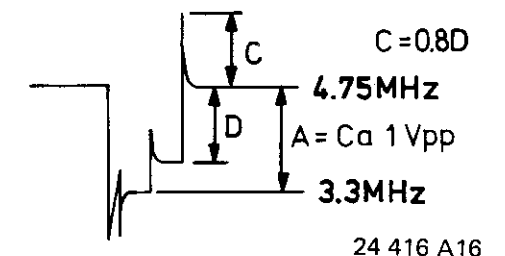

Fig. 5.1
- Dan mit 3044 das Überspringen (C) so einstellen, dass es 80 % vom Spannungsunterschied zwischen Schwarz und Weiss (D) ist; siehe Bild 5-1.